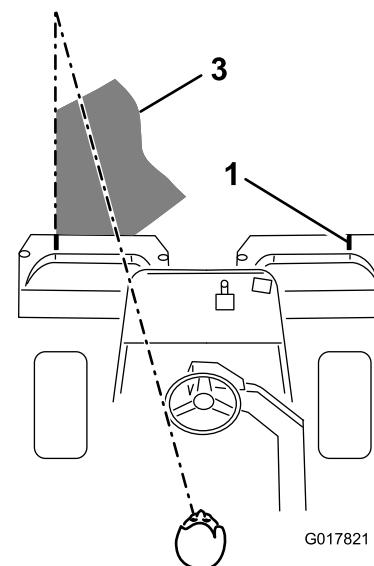

Figura 39
**Nota:** Para cortar em linha reta ao longo do relvado e de modo a conseguir manter uma distância equitativa entre a extremidade da zona de corte anterior, estabeleça uma linha imaginária de aproximadamente 1,8 a 3 metros à frente da máquina até a extremidade da zona por cortar (Figura 39).
Alguns utilizadores acham útil incluir a borda exterior da roda motriz na linha imaginária; por exemplo, mantenha a extremidade da roda motriz alinhada com um ponto que se mantém sempre à mesma distância da dianteira da máquina (Figura 39).